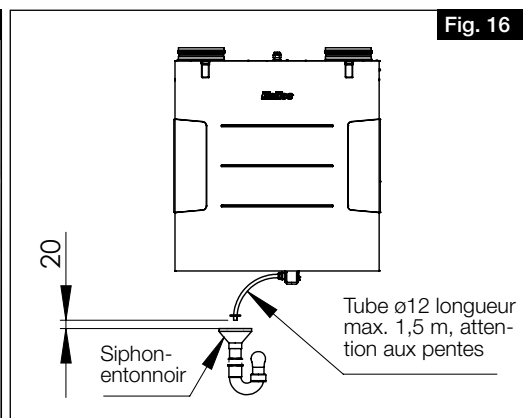

Fig. 16
- Le tube des condensats doit s'arrêter 20 mm au-dessus de l'évacuation ouverte, c'est-à-dire avant le possible niveau d'eau (voir Fig. 16).
- Le tube des condensats sortant du siphon à boule doit respecter une pente (vers un point bas et non pas vers un point haut) avant de déverser l'eau dans un siphon ouvert de type entonnoir. Il ne doit pas être relié via un système fermé (voir Fig. 16).